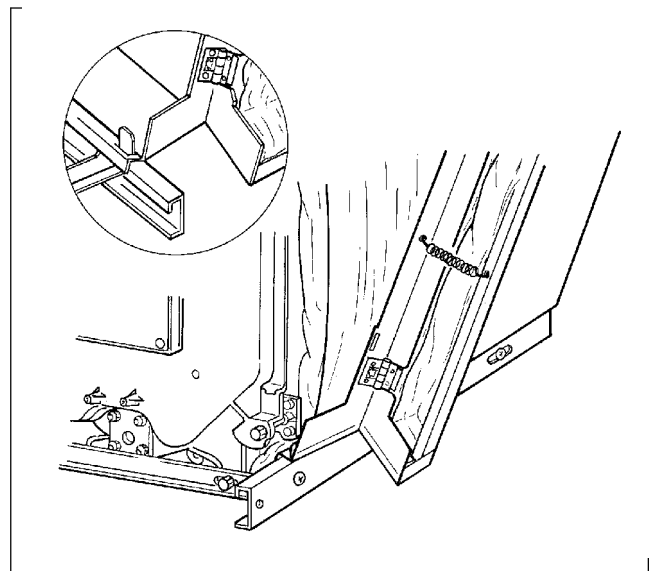

Abb. 37
- Die vorderen Seitenwände links und rechts unten in die hochgebogenen Laschen der Sockelblenden einhängen (Abb. 37) und dann oben über die Abkantung der Längstraversen schieben.